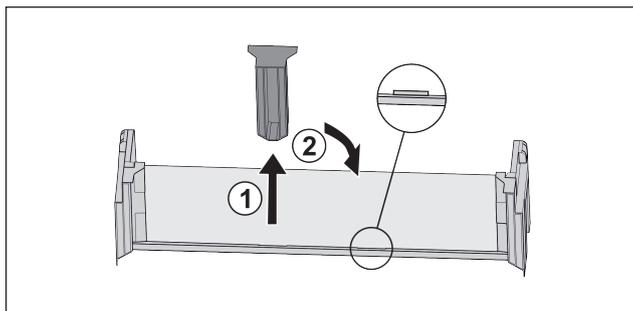

Fig. 22
- ▶ Витягнути середню деталь для підтримки Fig. 22 (1).
- ▶ Вставити середню деталь для підтримки на друге положення Fig. 22 (2).